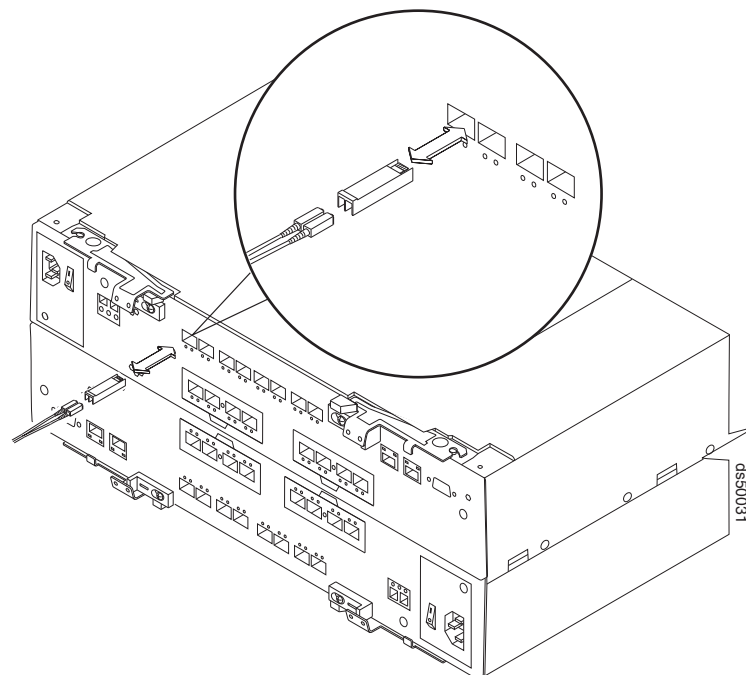

図 25. SFP または SFP+ への光ファイバー・ケーブルの接続
2. 図 25 に示すように、取り付け済みの SFP または SFP+ に光ファイバー・ケーブルを接続します。